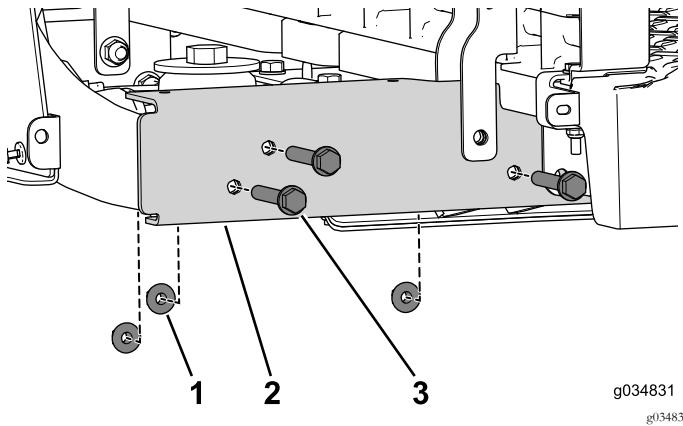

Рисунок 17
- Удалите три фланцевых болта (3/8 x 2-1/2 дюйма) и гайки (Рисунок 17). Выполните эти действия на обеих сторонах автомобиля.